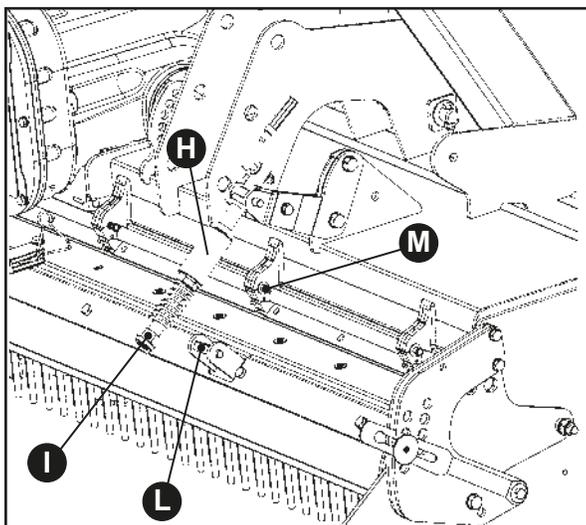
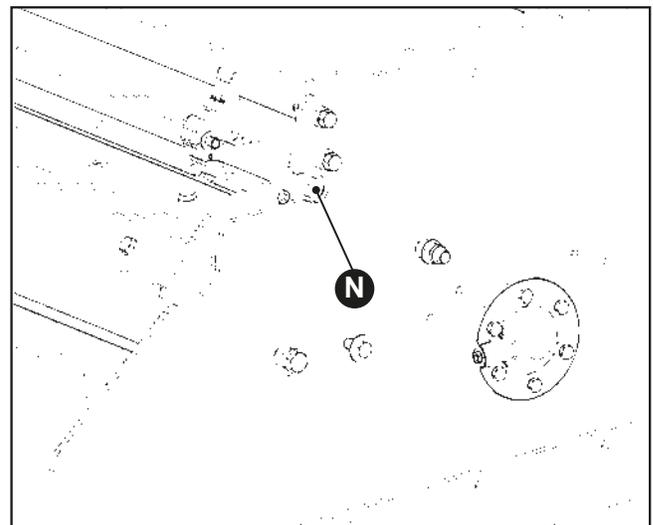

Fig.79
Fig.80
- Retire las manivelas (H) (Fig. 79), desatornillando el perno (I) y con los medios adecuados para izar, enganche la barra a los soportes de anclaje de la manivela (L) y tense las cuerdas de elevación.
- Retire los clips de retención del cofano de los ganchos de soporte (M).
- Ayudándose con los medios de elevación, retire la barra soporte del peine de los ganchos de manera que los pernos externos de guía (N) (Fig. 80) apoyen en los laterales